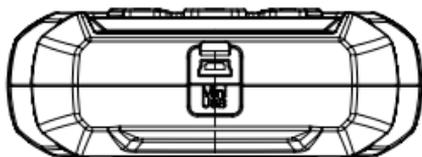

図 2.1.3
8. ミニ USB ポート: このポートは、診断またはバッテリーテストレポートを転送するために PC に接続するものです。(図 2.1.3 を参照)